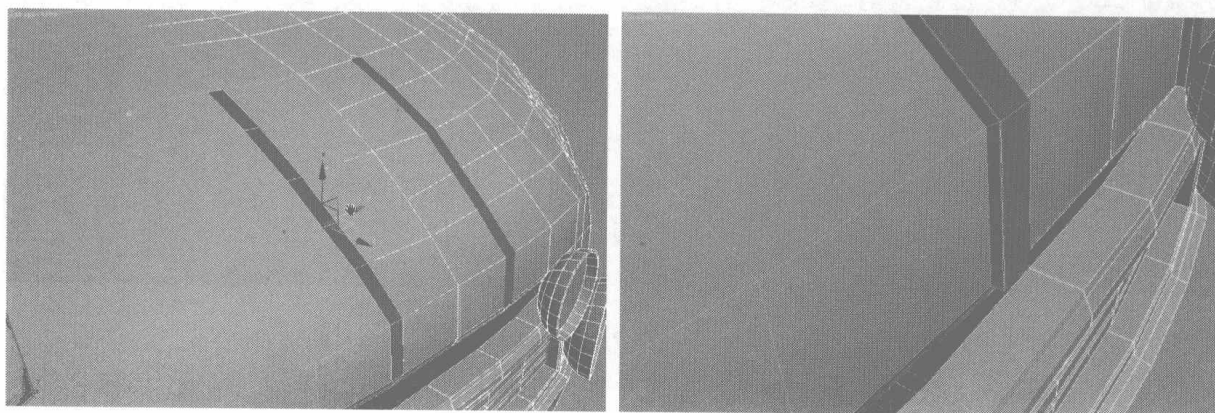
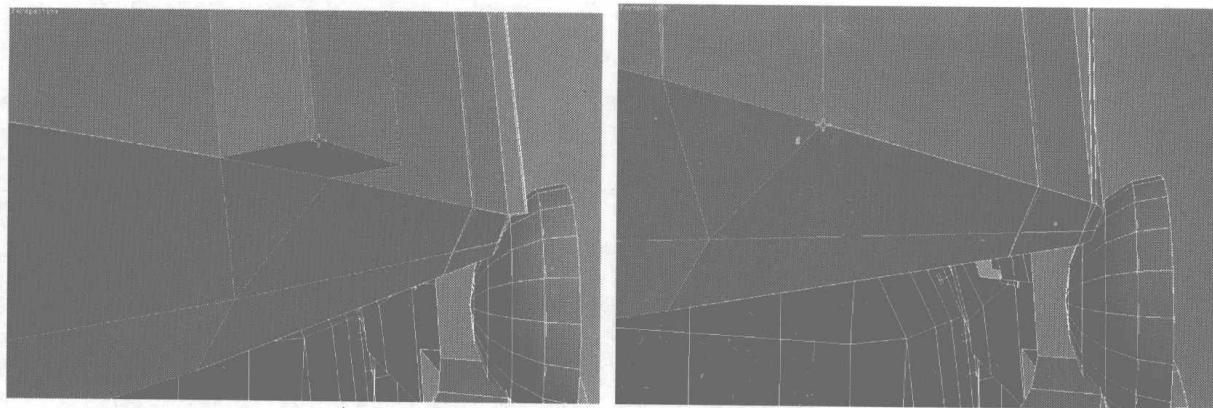

图 7.174
图 7.175
- 19** 选择倒角后的面，单击 **Extrude**  按钮右边的小方块，在弹出的对话框中设置挤压参数，单击 **OK** 按钮，如图 7.174 所示。单击右键，在弹出的快捷菜单中选择 **Target Weld** 命令，焊接图 7.175 中的节点。